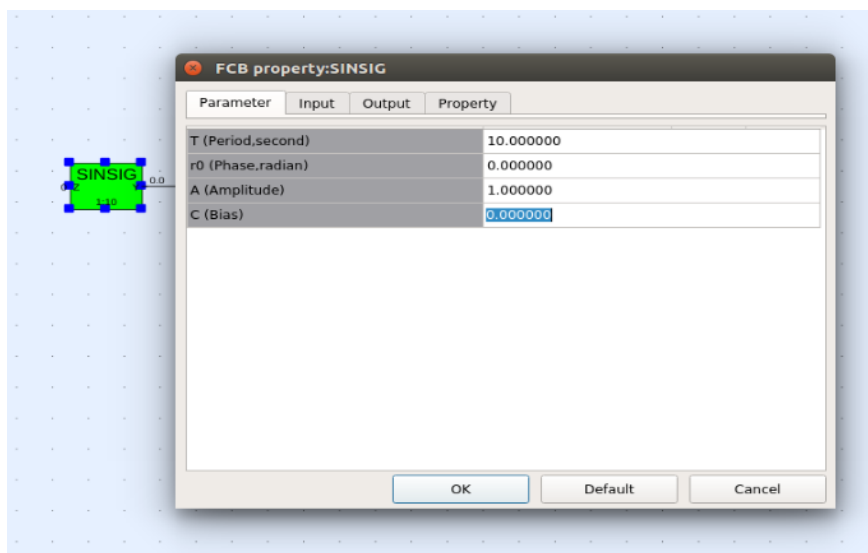

Рис. 3.4-18 Соединение посредством редактирования контакта
(1) Соединение перетаскиванием: переместить курсор мыши к входному/выходному контакту исходного функционального блока и щелкнуть левой кнопкой мыши, после чего появится флажок соединения. Перетащить стрелку соединительной линии к контакту целевого ФБ и отпустить левую кнопку мыши. Если форматы данных исходного контакта и целевого контакта совпадают, соединение будет установлено.
(2) Соединение посредством редактирования контакта: пользователь может открыть вкладку "Input" (Ввод) в диалоговом окне свойств ФБ, выбрать необходимый терминал ввода, ввести номер ФБ и номер контакта исходного ФБ в "input box" (поле ввода), а затем нажать ОК. Формат ввода – <Номер функционального блока Номер выходного контакта>, как показано на Рис. 3.4-18.